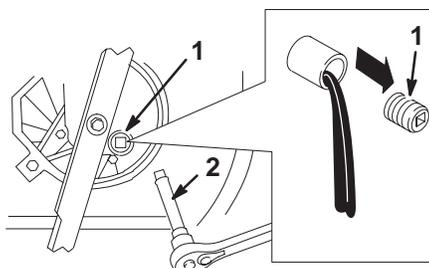

Bild 18
5. Entfernen Sie die Ölverschlusschraube und stellen den Rasenmäher wieder in seine Betriebsstellung. Lassen Sie dann das Öl in das Gefäß ablaufen (Bild 18).